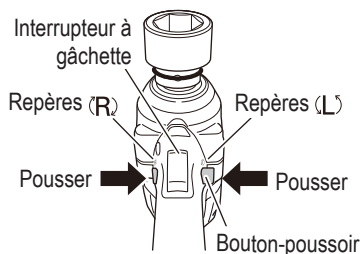

Fig. 12
La mèche tourne dans le sens horaire (vu de l'arrière) quand on appuie sur le côté R du bouton-poussoir. En appuyant sur le côté L du bouton-poussoir, la mèche tourne dans le sens anti-horaire. (Voir Fig. 12). (Les repères (L) et (R) sont marqués sur le corps.)